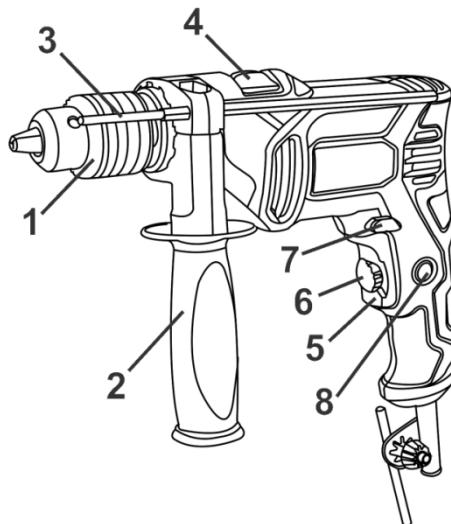

Рисунок 1
Перемикання режимів роботи виробу здійснюється переведенням перемикача (4) (див. рис.1) з одного крайнього положення в інше в сторону відповідного символу режиму роботи:
- Ударно-обертальний режим - перемикач (4) повинен бути переведеним до упору убік символу .
• Обертальний режим - перемикач (4) повинен бути переведеним до упору убік символу .
5.2 Виберіть необхідний режим роботи виробу за допомогою перемикача (4) (див. рисунок 1).
Перемиканням режимів роботи виробу здійснюється переведенням перемикача (4, рис.1) з одного крайнього положення в інше в сторону відповідного символу режиму роботи: